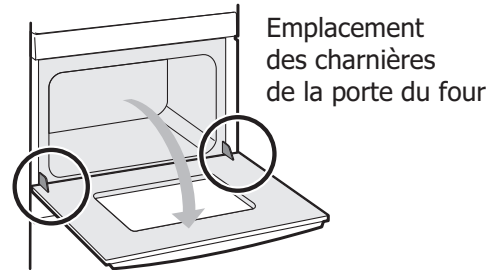
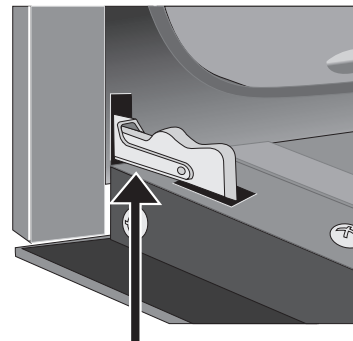

Figure 11: Emplacement de la charnière de porte
Figure 12: Charnière de porte verrouillée
1. Ouvrez complètement la porte du four, parallèlement au plancher (Figure 11).
2. Tirez le verrou situé sur chaque support de charnière vers l'avant du four jusqu'à ce qu'il s'arrête. Vous devrez peut-être appliquer une légère pression vers le haut sur le verrou pour le tirer (Figure 11 et Figure 12).
3. Ouvrez complètement la porte du four, parallèlement au plancher (Figure 11).
4. Poussez les verrous des charnières de la porte vers le haut, vers et dans le cadre du four, sur les charnières gauche et droite de la porte du four, en position verrouillée (Figure 12).